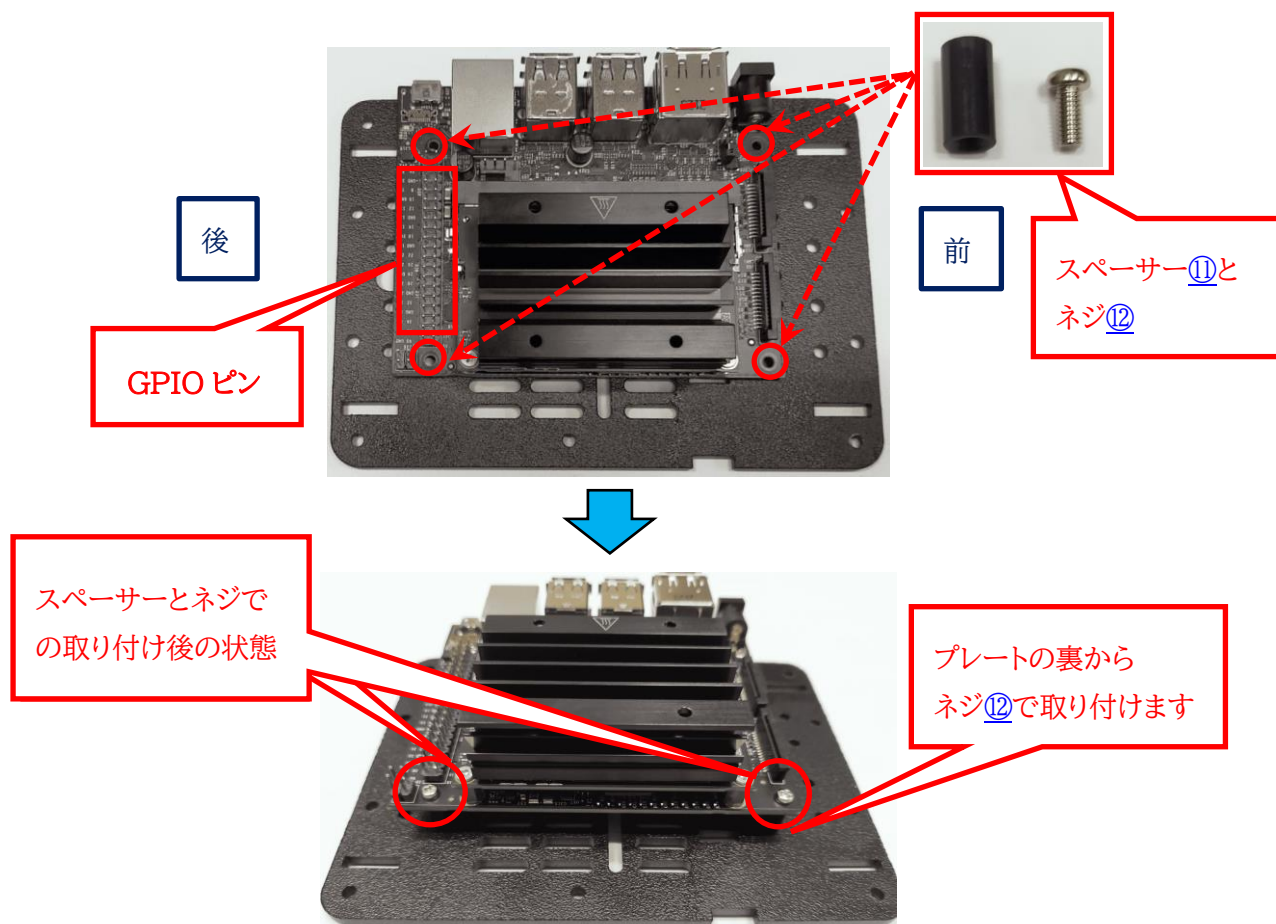

図 2-12 Jetson Nano の取り付け
Jetson Nano の取り付けには、スペーサー①とネジ②を使用します。Jetson Nano の GPIO ピンが後方側になるように、図 2-12 のように向きに注意してプレートに取り付けます。